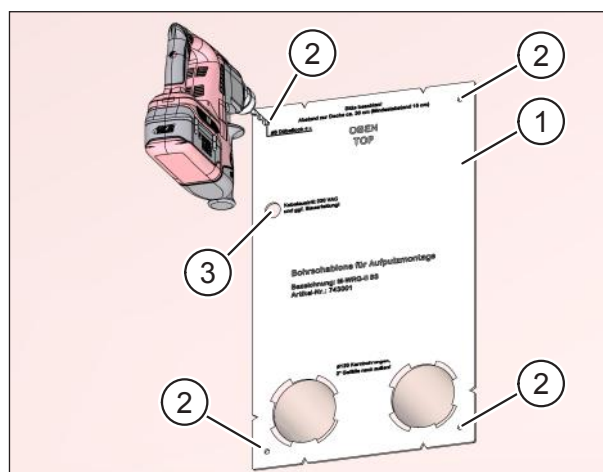

Рис. 17: отверстия для дюбелей и разметка для кабеля подключения
- ▶ Расположите сверлильный шаблон (поз. 1 на рис. 17) точно на стержневые отверстия.
- ▶ Нанесите разметку четырех отверстий (поз. 2 на рис. 17) для дюбелей для крепления вентиляционной установки на внутренней стене.
- ▶ Пометьте место выхода сетевого кабеля и кабеля линии управления (поз. 3 на рис. 17) вентиляционной установки. Разметкой обозначается конец планируемой штробы для сетевого кабеля и кабеля линии управления